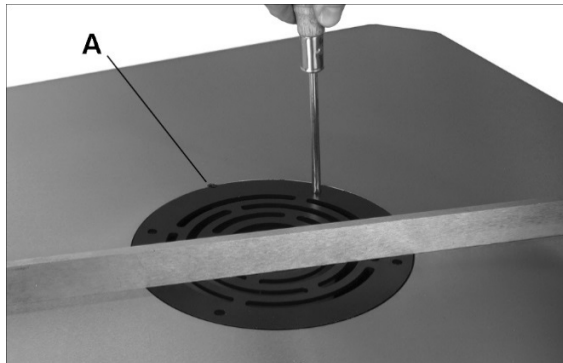

Figure 6 : montage de l'insertion de la table
5. Positionnez l'insertion sur la table afin que l'encoche soit attrapée par la goupille (A, Figure 6).